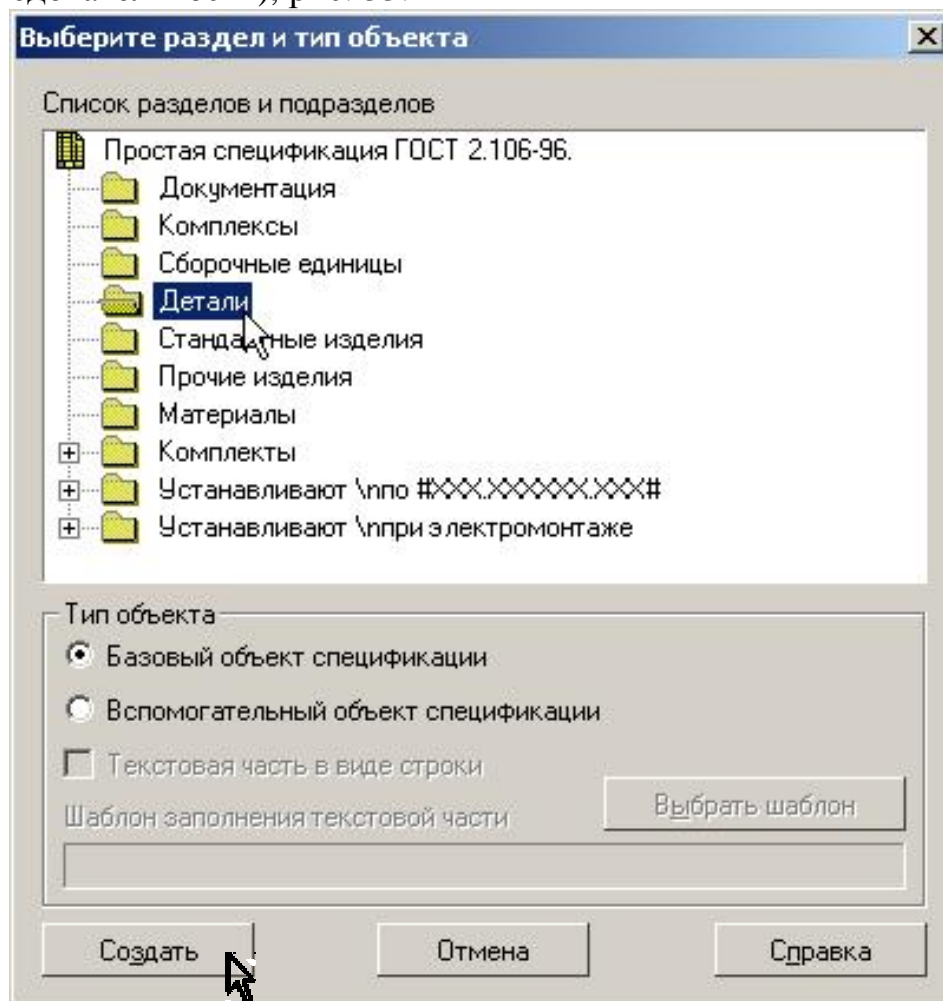

Рис. 33
2. Из меню **Вставка** выберите команду **Раздел**  и создайте раздел «Детали» (разделы можно создавать в произвольной последовательности), рис. 33.